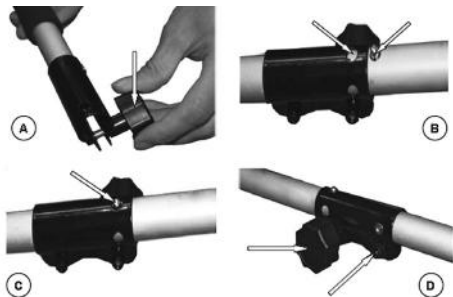

Рис. 5. Установка нижней штанги
4. Установите нижнюю штангу. Для этого выкрутите на соединительной муфте винт с барашковой головкой на несколько оборотов (Рис. 5А). Установите нижнюю штангу в соединительную муфту. Совместите защелку на штанге с отверстием в муфте (Рис. 5В). Зафиксируйте защелку в отверстии муфты (Рис. 5С). Закрутите винт с барашковой головкой (Рис. 5D).